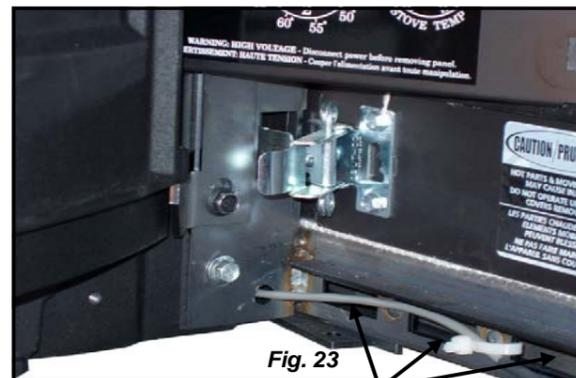

Fig. 23
- Fixer le fil de sorte que l'extrémité soit au milieu de l'ouverture antérieure de l'air de retour (Voir Fig. 23)